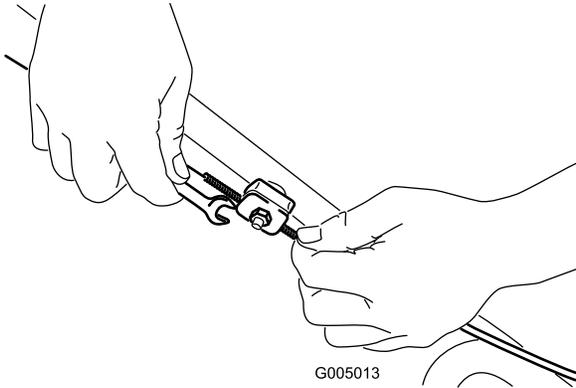

Figura 23
1. Afloje la tuerca del soporte del cable (Figura 23).